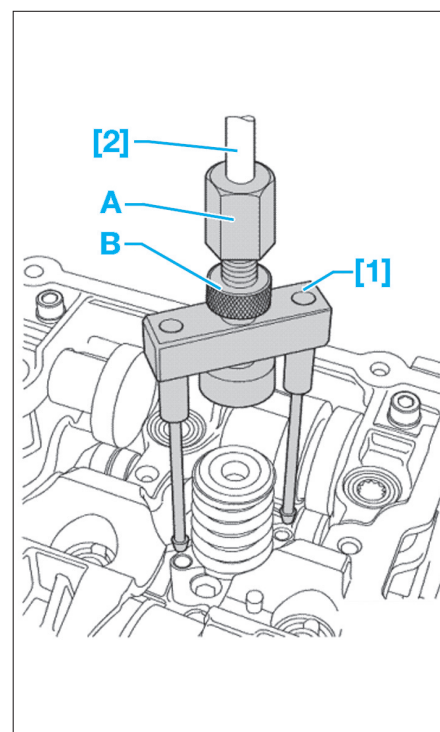

Fig. 45
- [1]. Extracteur (ref. T10163) (Fig.45).
- [2]. Extracteur à inertie (ref. T10133/3) (Fig.45).
- Extraire la tête sphérique (9) de l'injecteur pompe.
- Mettre en place l'outil [1] dans les taraudages des vis de fixation de l'injecteur-pompe (Fig.45).
- Tourner la tige filetée (en A) pour qu'elle vienne légèrement en appui sur l'injecteur-pompe et serrer à la main le contre-écrou (B).